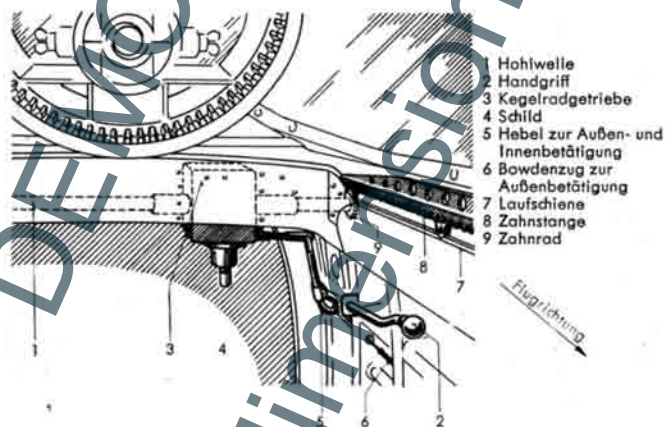

Abb. 5 Innenbetätigung des Schiebedaches vom Schützen
Der Schützenraum (Abb. 2) ist ebenso wie der Führerraum durch ein festes (5) und ein abwerfbares Schiebedach (7) überdeckt. Im hinteren Teil des Daches ist das MG in einer Ikaria-Linsenlafette gelagert. Das Öffnen des Schiebedaches (7) von außen erfolgt durch Niederdrücken des Handgriffes (9) an der linken Rumpfmittelfwand bei Spant 4 und Zurückschieben der Überdachung. Ebenso kann das Schließen von außen erfolgen. Von innen aus (Abb. 5) wird das Schiebedach durch Ziehen oder Drücken des Handgriffes (2) im hinteren Teil des Raumes geöffnet bzw. geschlossen. Beim Ziehen des Handgriffes wird über ein Kegelradgetriebe (3) und Zahnräder (9), die links und rechts auf einer Zahnstange (8) abrollen, das Dach bewegt, das auf beiden Seiten mit zwei Laufrollen auf einer Laufschiene (7) geführt ist.
Je nach dem Ziehen des an der linken Rumpfsseitenwand gelagerten Handgriffes (Abb. 5) (2), der an einem Hebel (5) angreift, kann das Dach in verschiedenen Zwischenstellungen geöffnet bleiben.